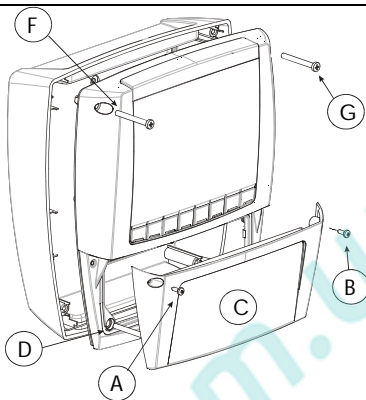

Рис. 2
8. После подключения проводов к клеммным колодкам закройте крышку (Рис. 2, с) и закрепите ее винтами.
9. После подключения проводов к клеммным колодкам закройте крышку (Рис. 2, с) и закрепите ее винтами.